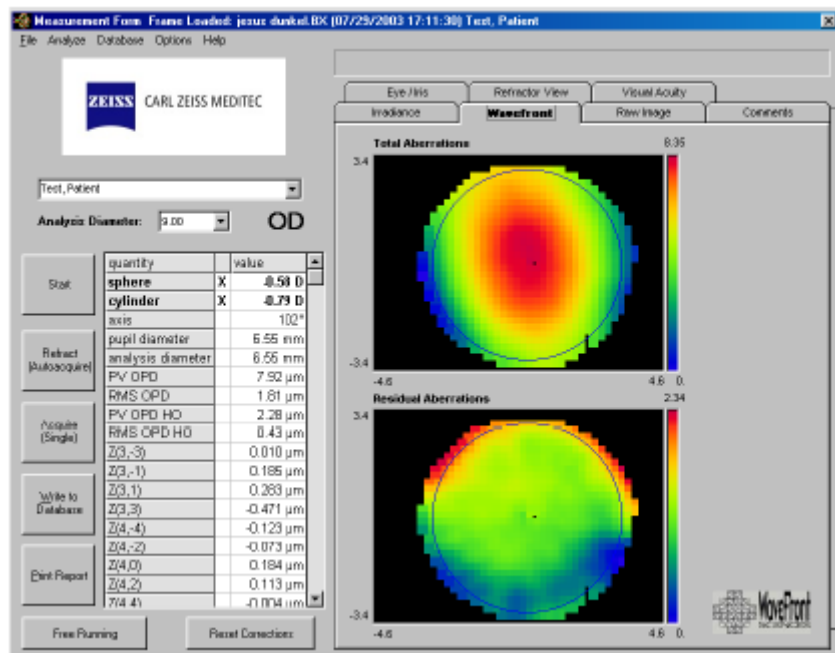

Fig. 31 Janela "Measurement Form - Wavefront"
- Quando o carro refrator se deter (a imagem já não mudava e a autorrefração tem-se terminado), se dispara automaticamente a medição e a tela deverá ter aproximadamente o seguinte aspeto (Fig. 31).